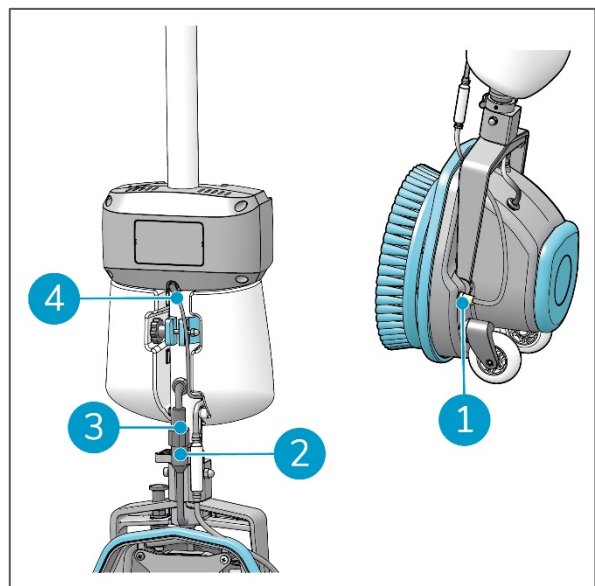

Figura 15
4. Inserire l'adattatore del tubo flessibile nel connettore (Figura 15, pos 1).
5. Inserire il giunto di testa del motore (Figura 15, pos 2) e serrare il dado (Figura 15, pos 3).
6. Inserire la spina di alimentazione della pompa del serbatoio (Figura 15, pos 4).